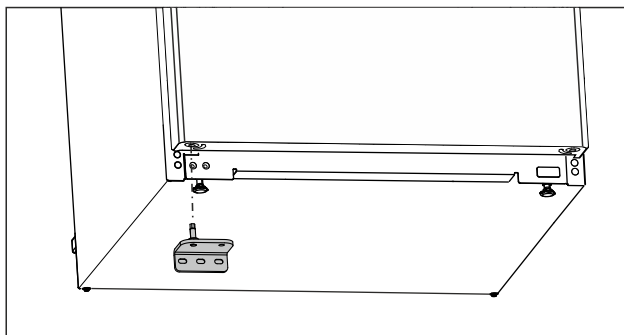

Fig. 20
- ▶ Indsæt det nederste hængsel på den modsatte side. (se Fig. 20)